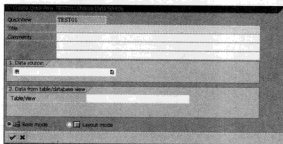

图 12-3 “Create QuickView”对话框
STEP 2 在命名栏中输入准备创建的 QuickView 名称，然后单击“Create”按钮，弹出“Create QuickView”对话框，如图 12-3 所示。